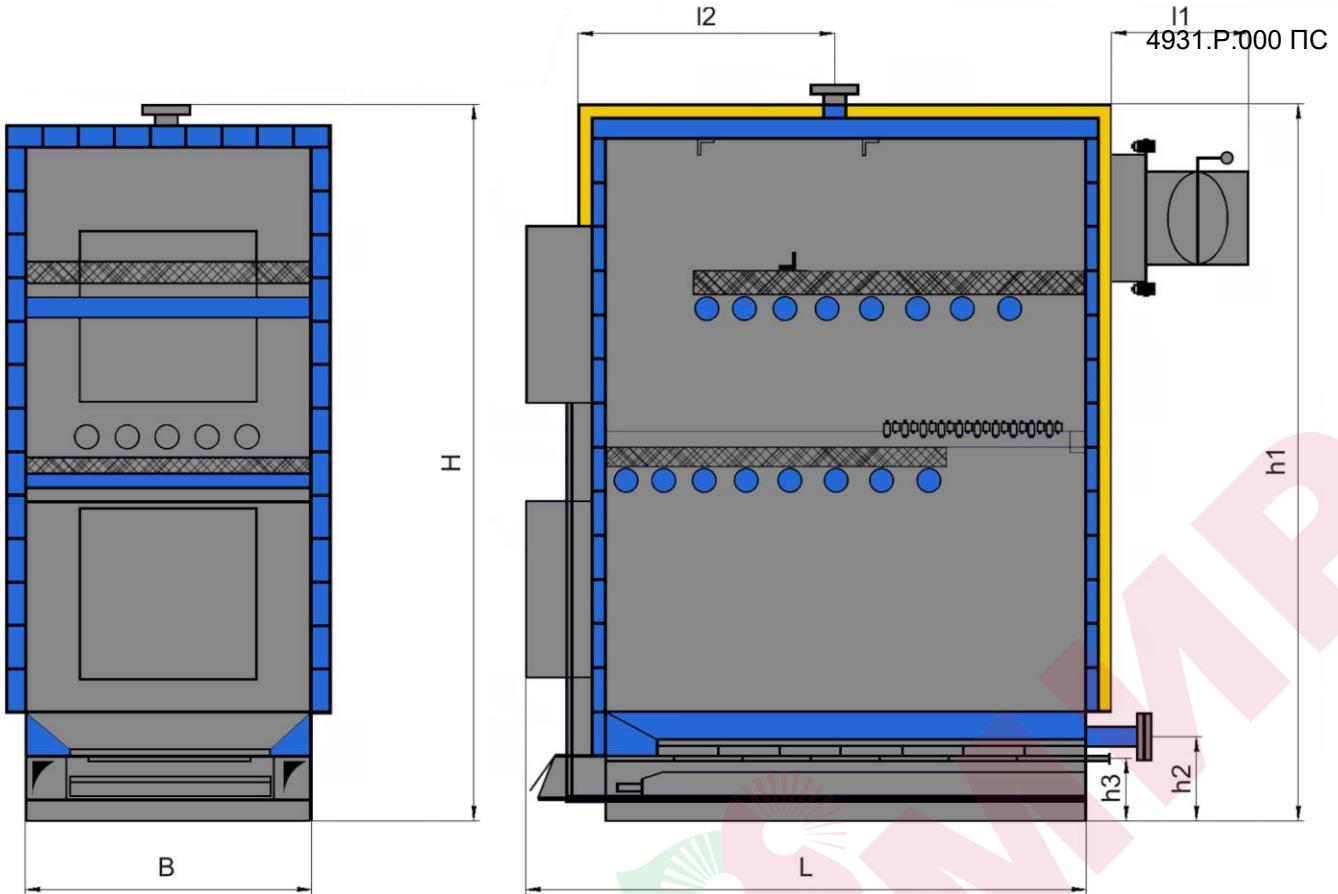

Рисунок 1. Габаритные и присоединительные размеры Котлов моделей Р 52 - 102 базовой комплектации.
Габаритные и присоединительные размеры Котла (см. рис.1), мм:
Котел (рис. 1, 2) представляет собой стальной сварной каркас, обшитый снаружи съемной декоративной теплоизолированной облицовкой. Каркас совместно с облицовкой образуют корпус. Корпус устанавливается на собственных опорах (12).